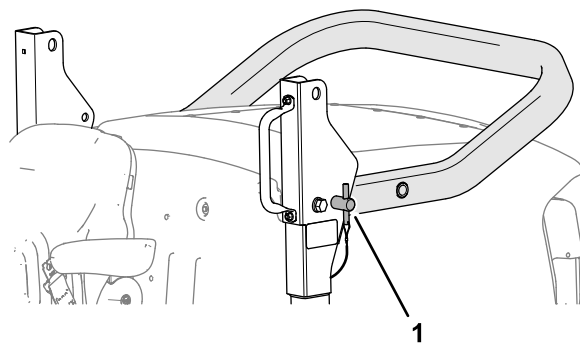

Figura 27
5. Insira os pinos da barra de segurança nos furos inferiores dos suportes da articulação (Figura 27).